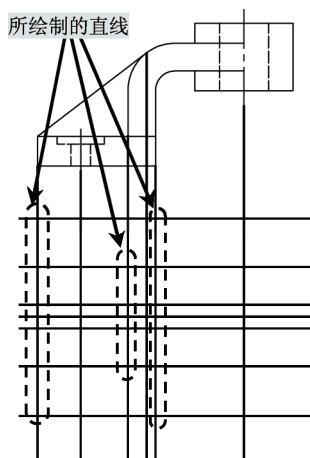

图 3-50 绘制直线
16) 执行“直线”命令 (l), 依照图示绘制相关线段, 如图 3-50所示。